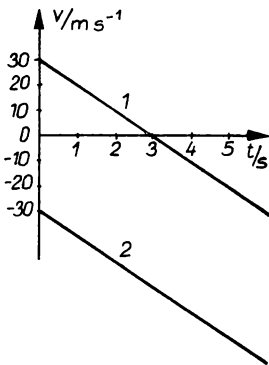

Bild 17
- 2.51** 1. Beschreiben Sie die im v, t -Diagramm Bild 17 dargestellten vertikalen Wurfbewegungen, die im Nullpunkt beginnen. 2. Berechnen Sie den Abstand der Körper voneinander 5,0 s nach dem Abwurf.